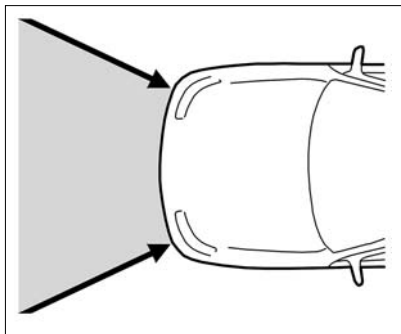

Рис. 9. Зона действия и срабатывания СНПБ
- в зоне действия, показанной на рис. 9.